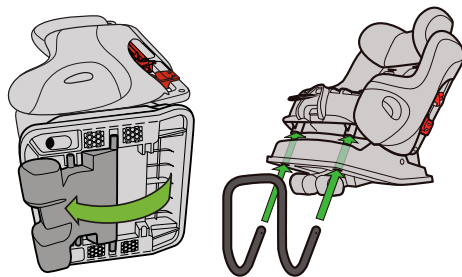

Figure 41
- Tournez le bord du pied d'inclinaison en position orientée vers l'arrière en tirant sur le bord de le Pied d'Inclinaison et en le tournant vers l'avant du siège jusqu'à ce qu'il se bloque, tel qu'illustré dans la **Figure 41**.